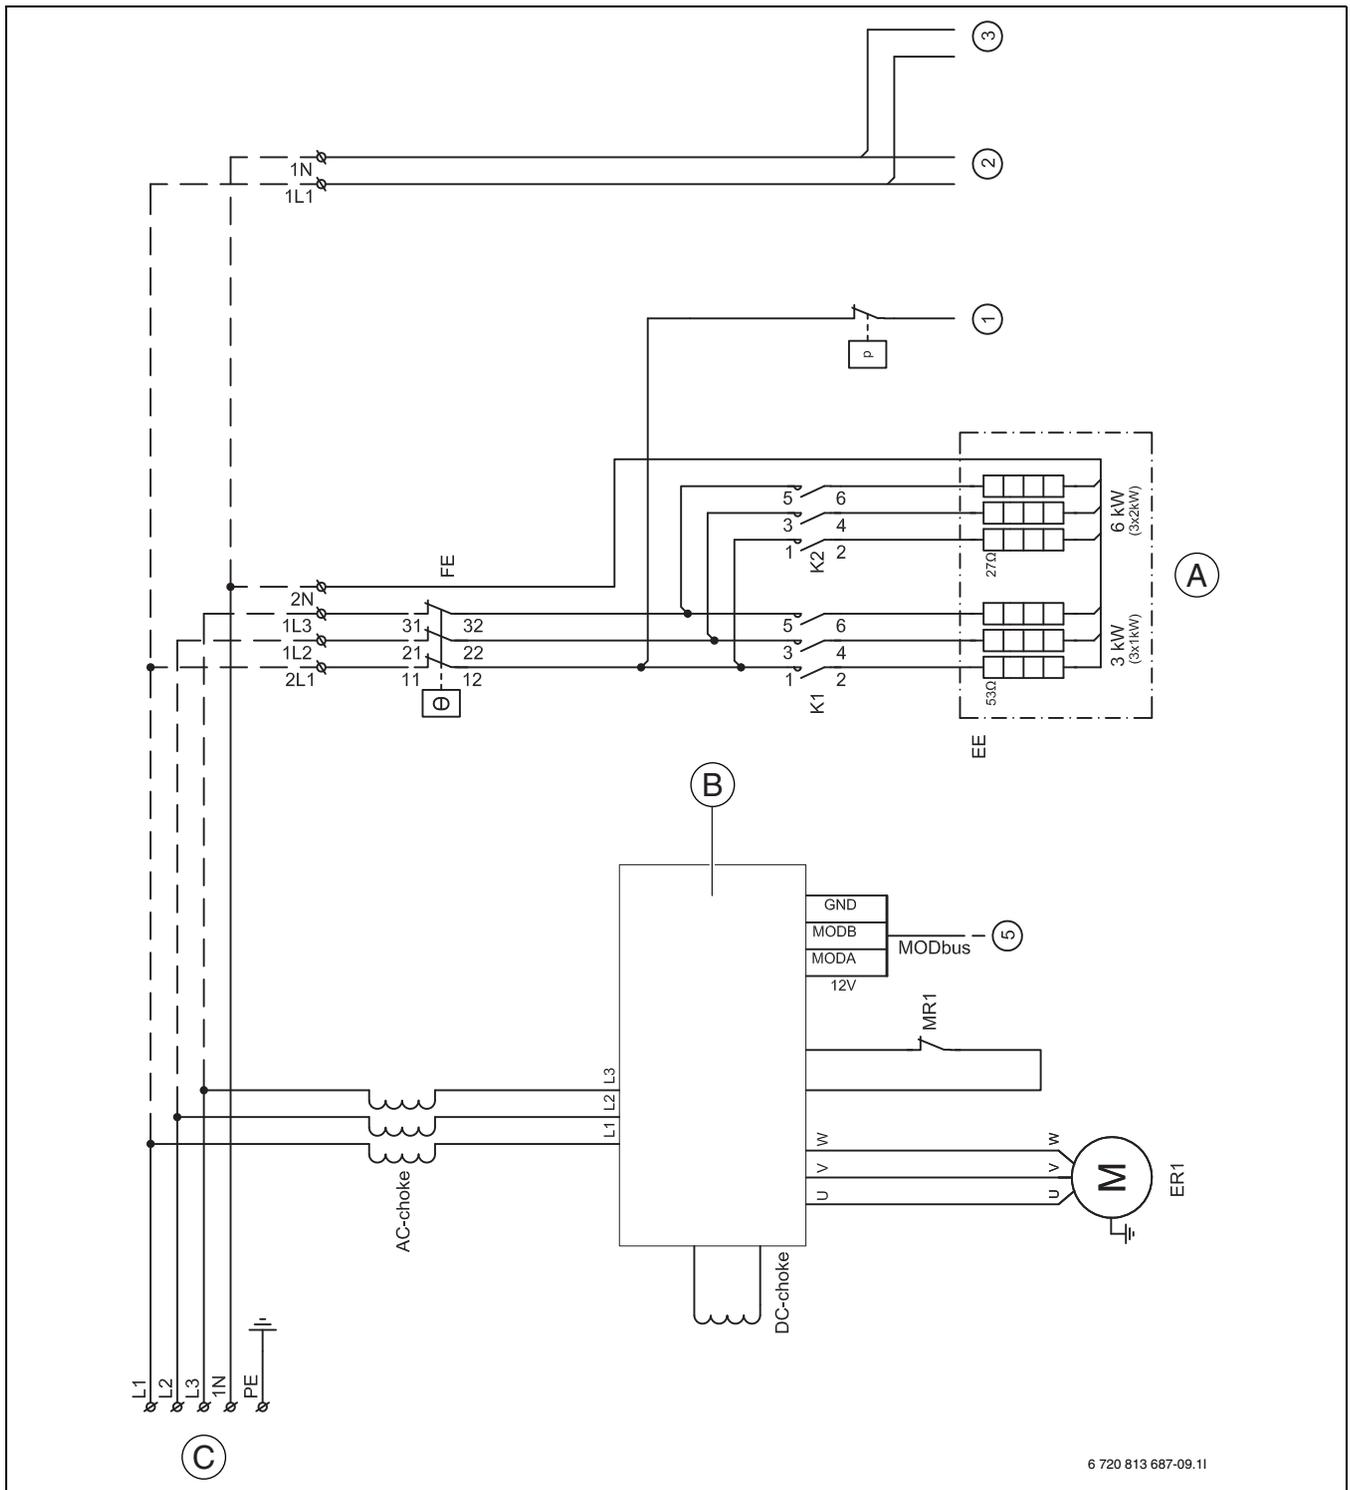

Рис. 28 Электропитание теплового насоса
- [1] Тревога реле контроля давления/электрического нагревателя ([1] рис. 28)
- [2] Рабочее напряжение 230 В~ ([2] рис. 28)
- [3] Рабочее напряжение 230 В~ ([3] рис. 28)
- [5] MOD-BUS к инвертору ([5] рис. 28)